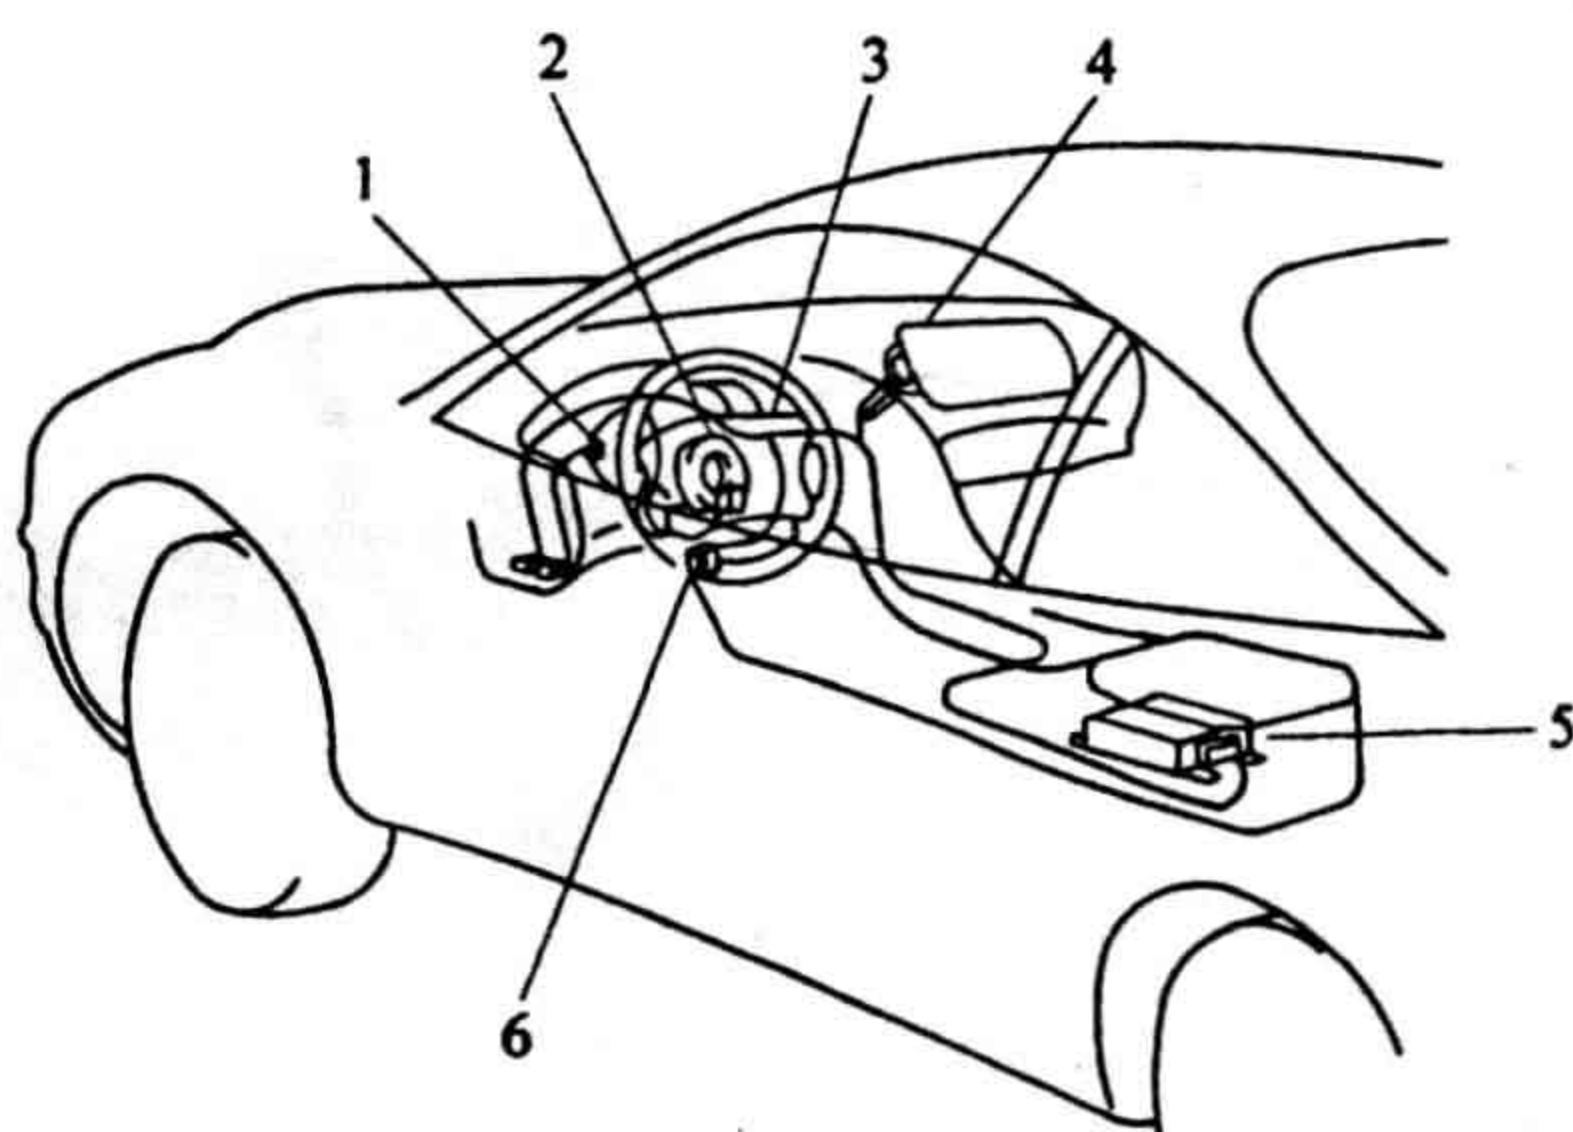
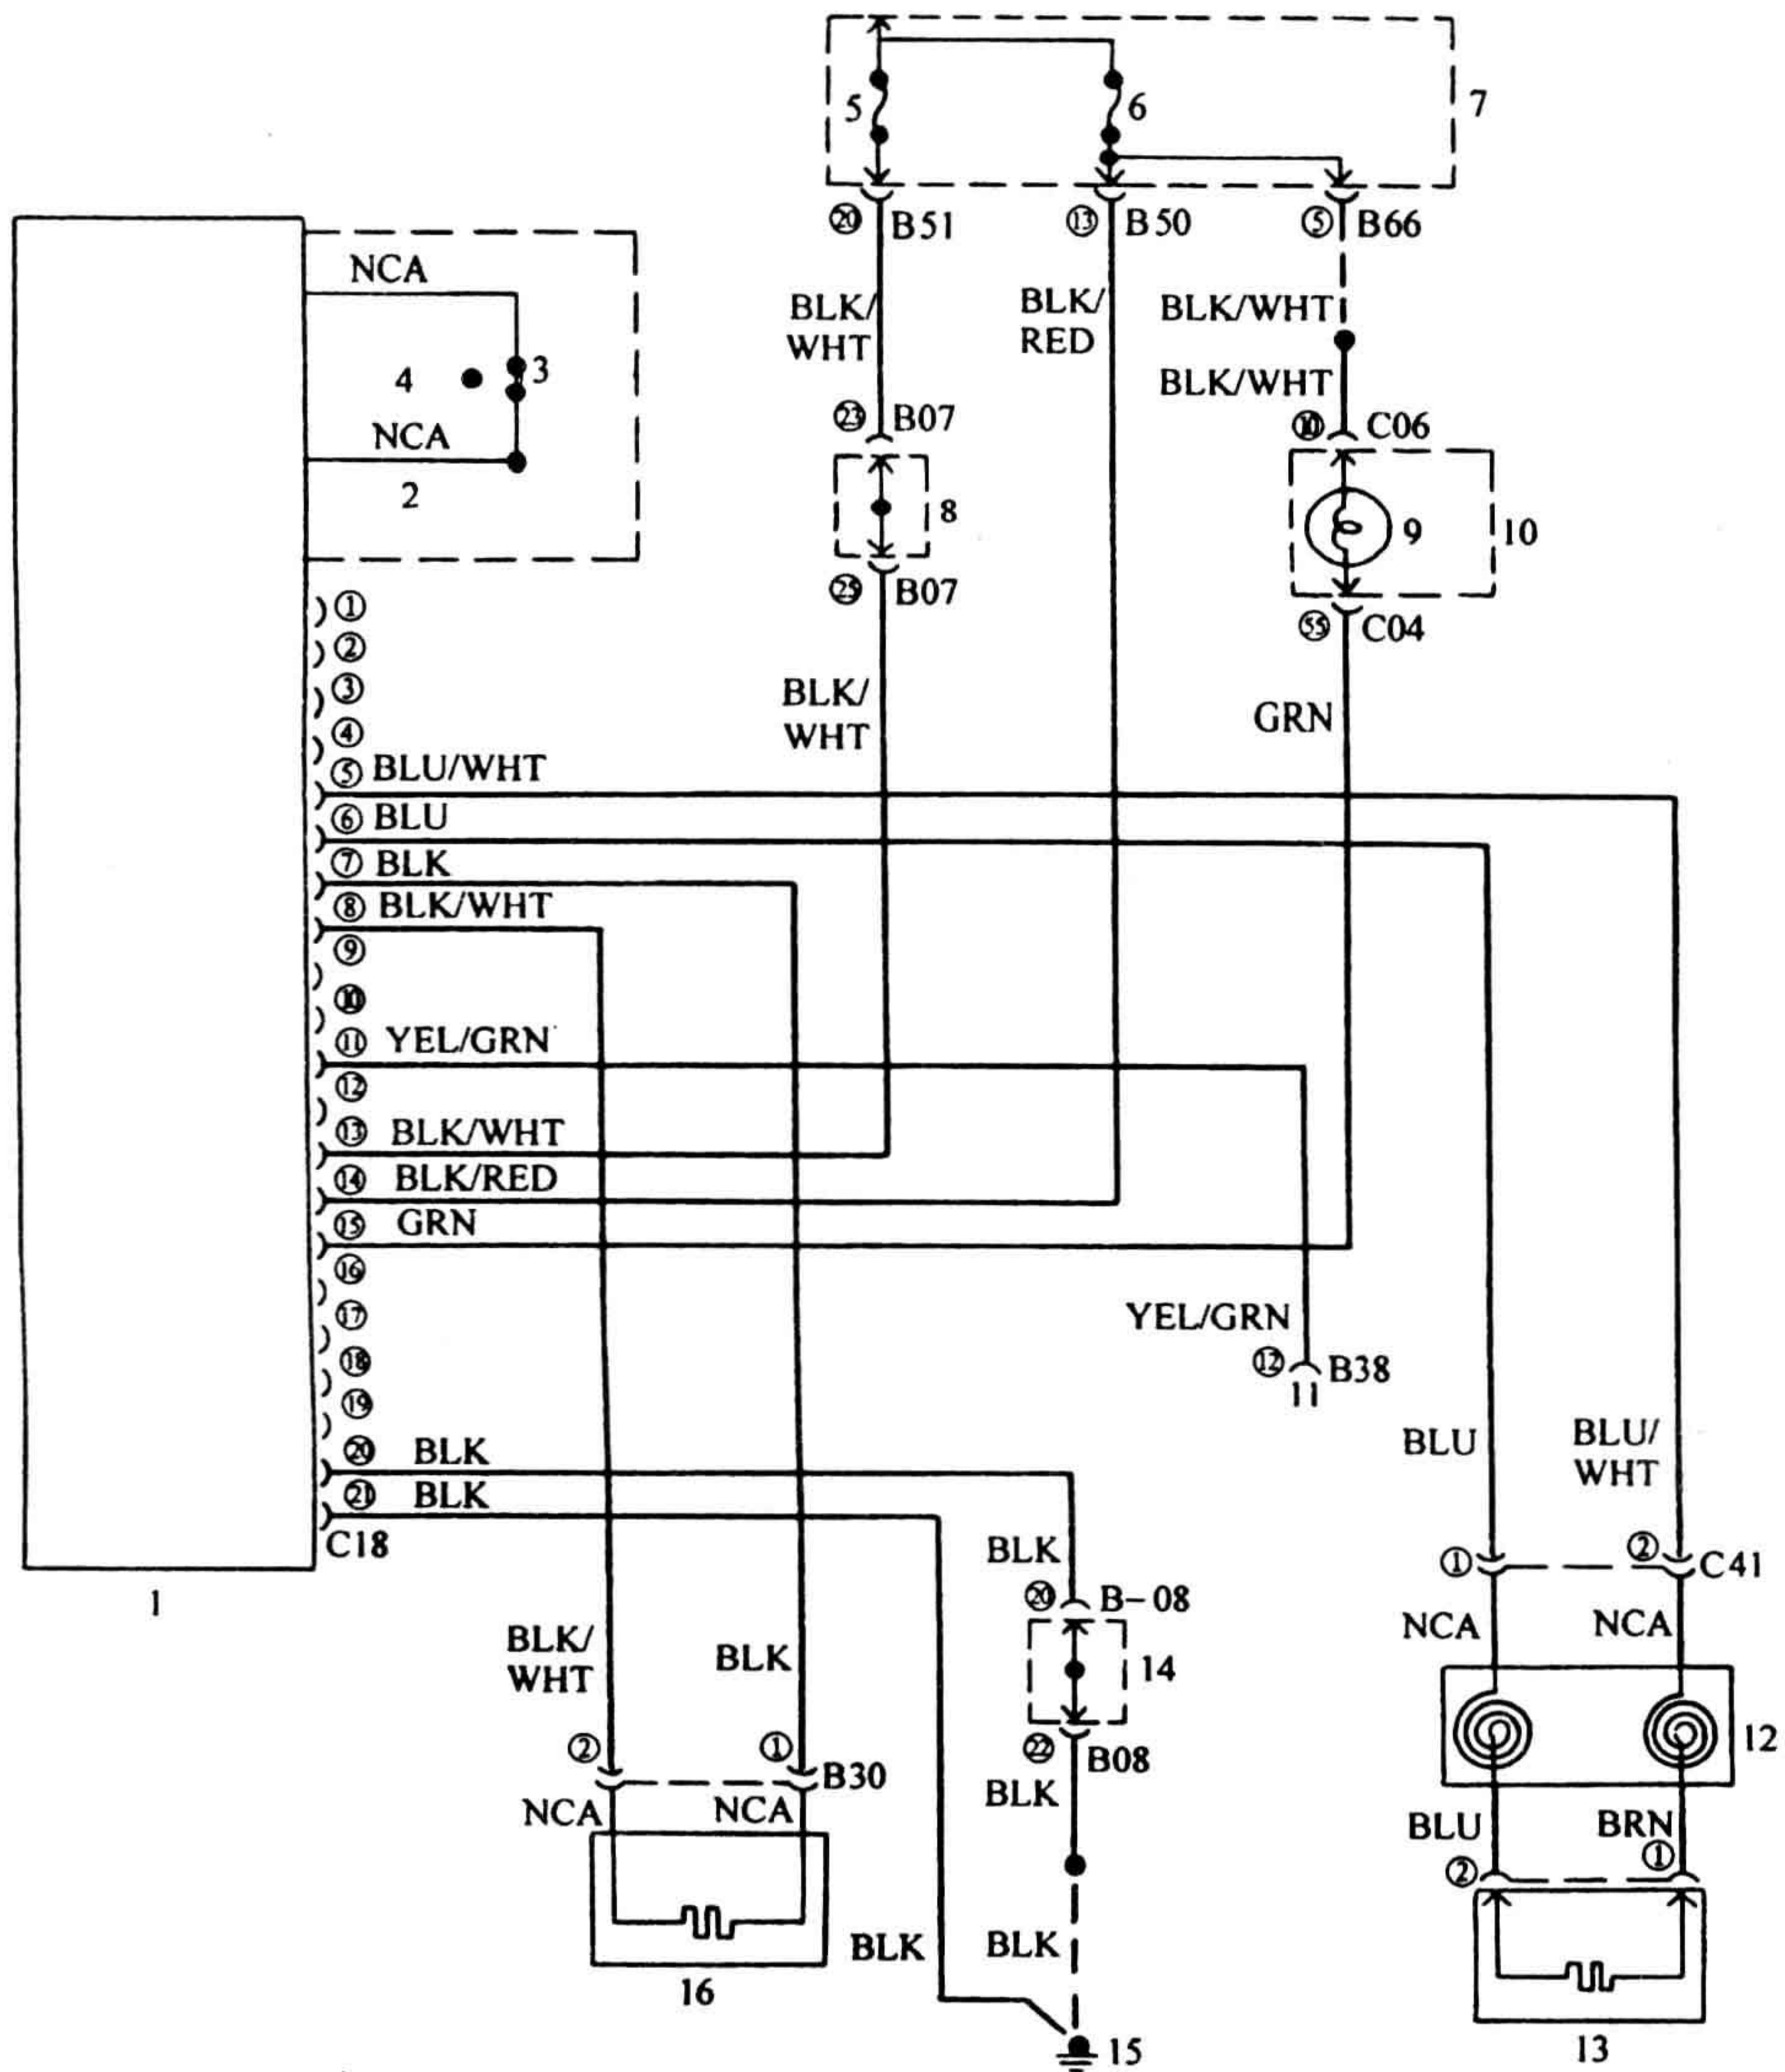
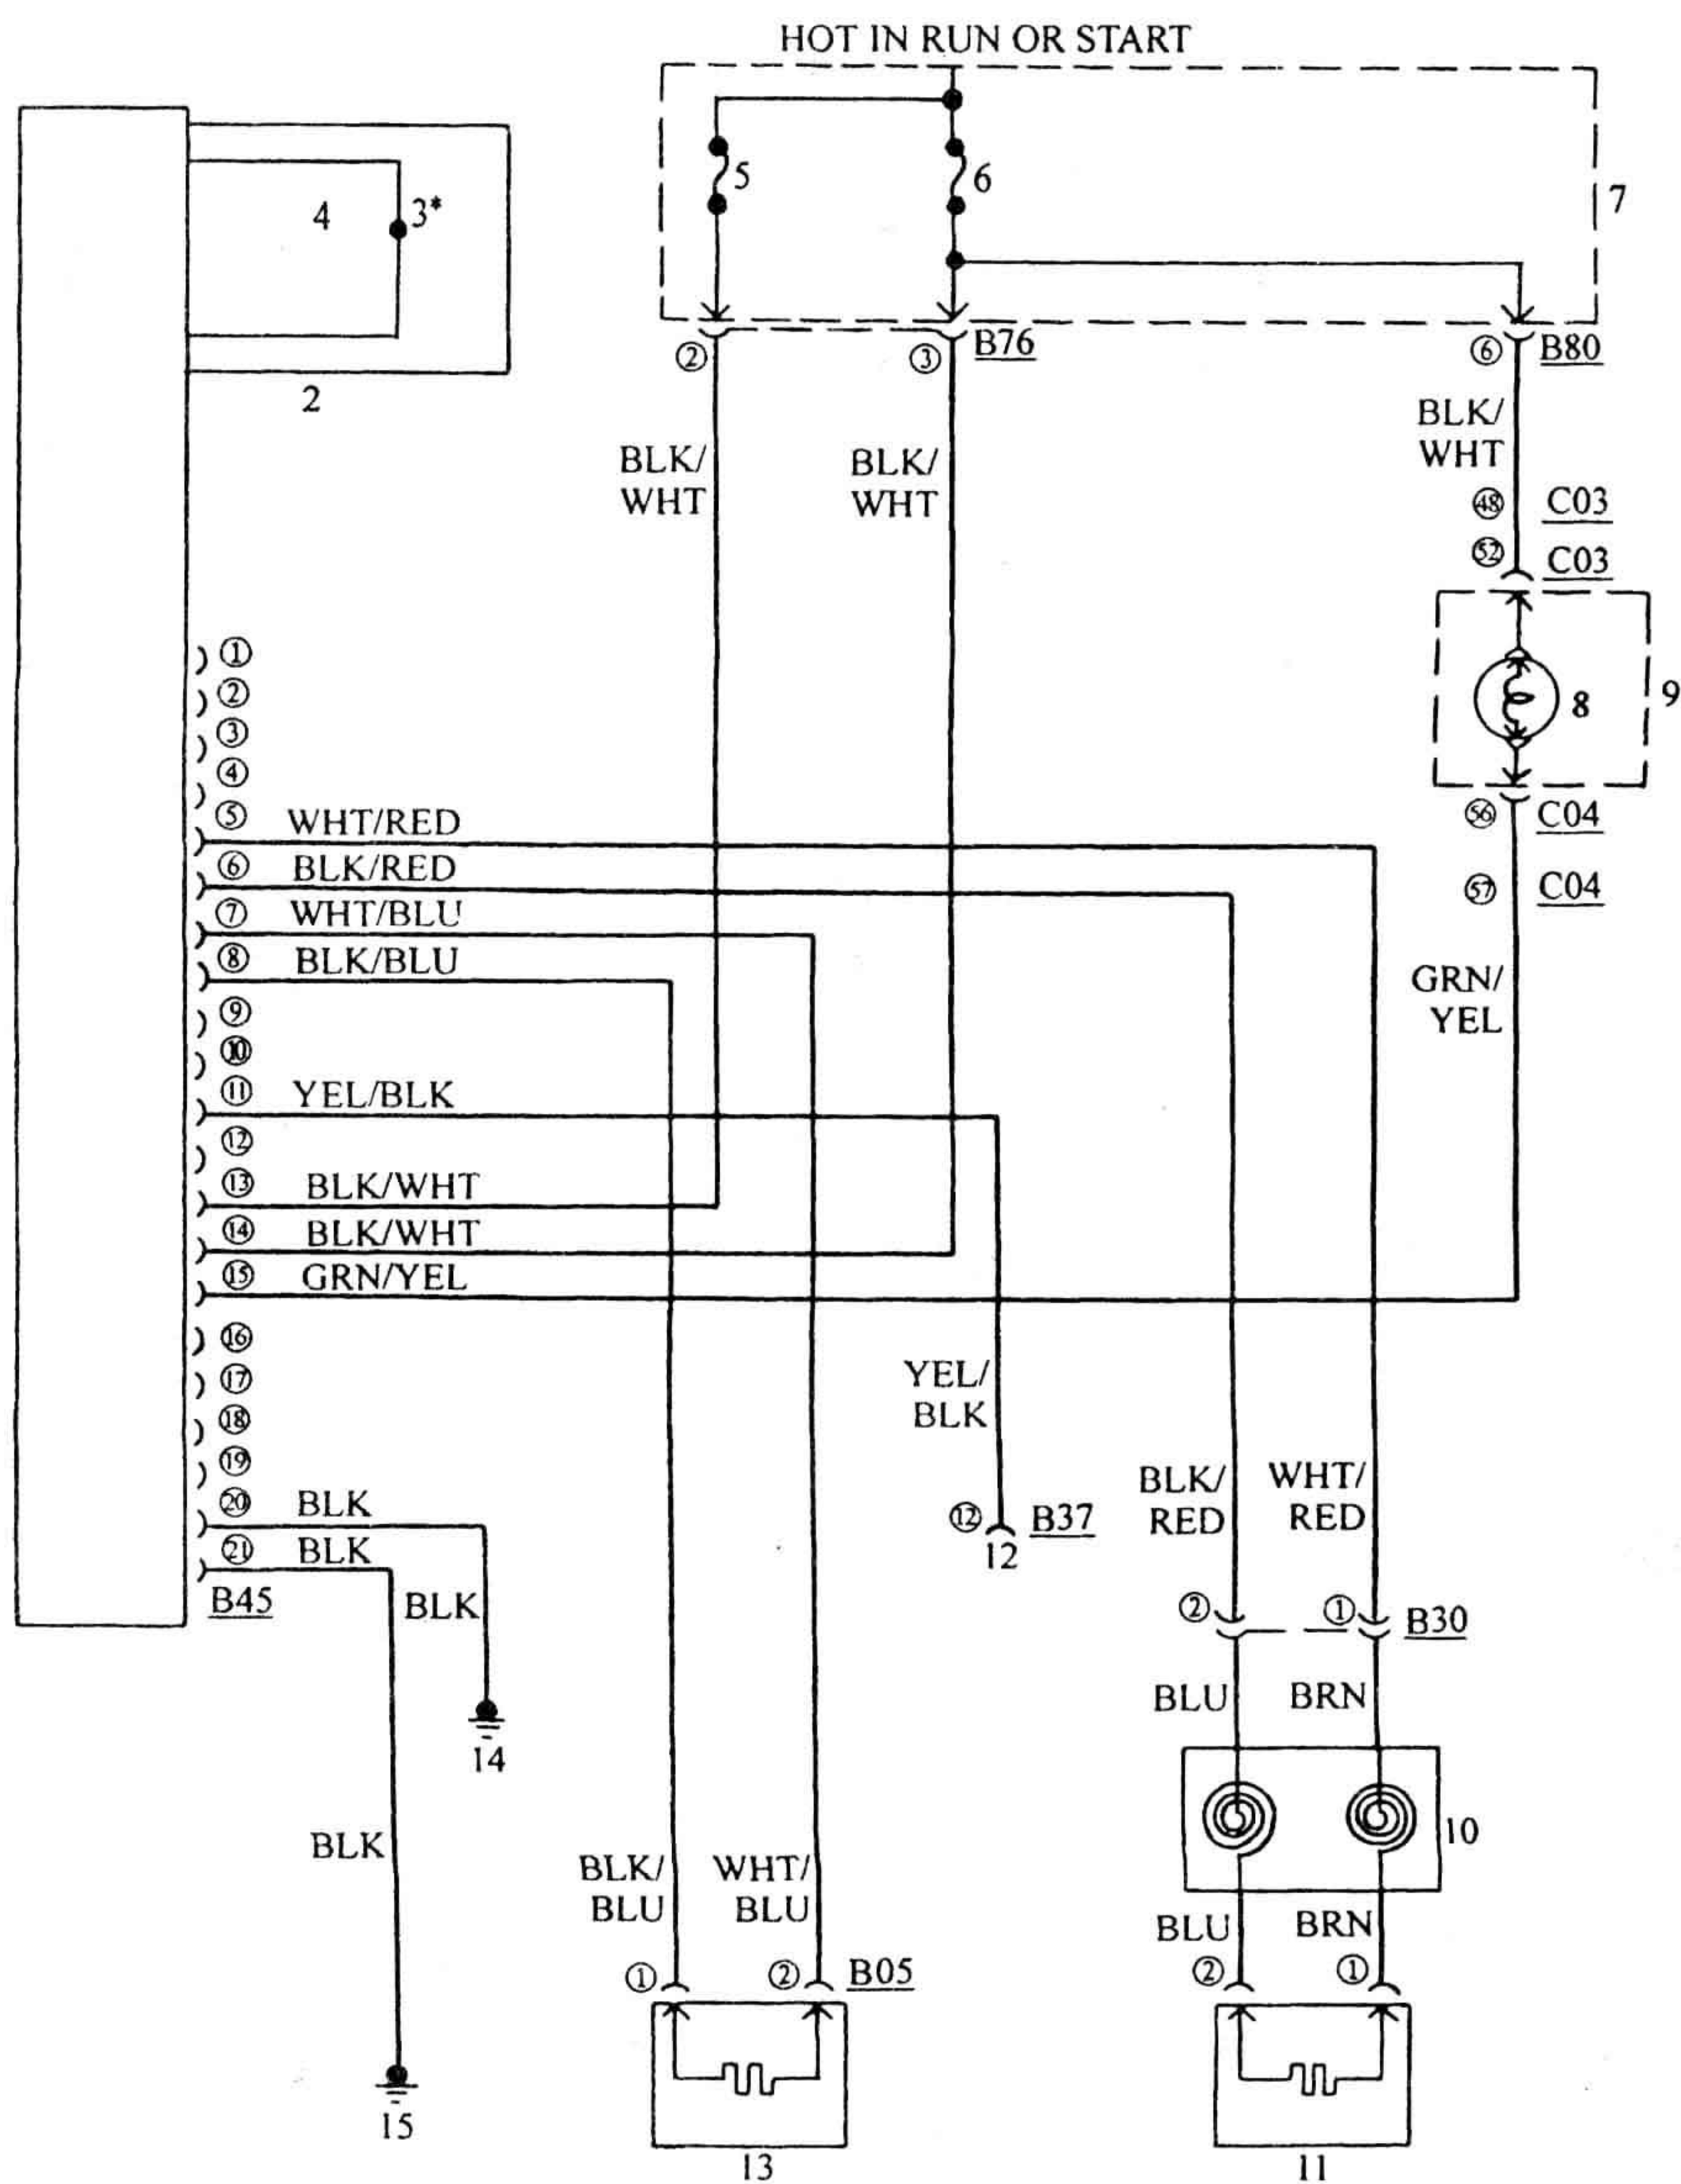

图 3-3-15 三菱 Eclipse 轿车 SRS 系统部件在车上的位置
图 3-3-16 三菱 Eclipse 轿车 SRS 系统电路图
图 3-3-20 三菱 Diamante 轿车 SRS 系统电路图
三菱 Eclipse 轿车 SRS 系统由 SRS 警示灯、驾驶员侧安全气囊模块、乘员侧安全气囊模块、转向线盘、SRS 安全气囊控制单元 (ECU) 等组成。如图 3-3-15 所示。一个安全碰撞传感器和一个模拟式碰撞传感器包含在 SRS ECU 中。
(3) SRS ECU。SRS ECU 和惯性式安全碰撞传感器和模拟式碰撞传感器装在一起,位于地板底架下部,如图 3-3-15 所示。SRS ECU 具有自诊断功能,如果 SRS 发生故障,SRS ECU 将点亮 SRS 警示灯并设置故障代码,将代码储存在存储器中。
(4) 数据连接插头 (DLC)。数据连接插头 (DLC) 位于仪表板左侧,维修时可利用解码器 (MB 991502) 与 DLC 相连,进行故障自诊断。
(5) 转向线盘。转向线盘安装在转向盘上,用来连接驾驶员侧安全气囊模块至转向柱线束,形成 SRS 电路。导线的长度约有 5m 左右,螺旋状缠绕在壳体内,因此当转子由中间位置,向正反两个方向各转 2.5 圈时,也不会影响导线的连接。
(6) 三菱 Eclipse 轿车 SRS 系统电路。图 3-3-16 所示为三菱 Eclipse 轿车 SRS 系统电路图。
(3) SRS ECU。SRS ECU 和惯性式安全碰撞传感器和模拟式碰撞传感器装在一起，位于地板底架下部，如图 3-3-15 所示。SRS ECU 具有自诊断功能，如果 SRS 发生故障，SRS ECU 将点亮 SRS 警示灯并设置故障代码，将代码储存在存储器中。
(4) 数据连接插头 (DLC)。数据连接插头 (DLC) 位于仪表板左侧，维修时可利用解码器 (MB 991502) 与 DLC 相连，进行故障自诊断。
(5) 转向线盘。转向线盘安装在转向盘上，用来连接驾驶员侧安全气囊模块至转向柱线束，形成 SRS 电路。导线的长度约有 5m 左右，螺旋状缠绕在壳体内，因此当转子由中
(1) SRS 警示灯。当点火开关在接通或起动时，组合仪表板上的 SRS 警示灯应点亮约 7s 然后熄灭。这表明 SRS ECU 已检测到 SRS 系统工作正常。若 SRS 警示灯闪烁、在所有时间内一直亮或不能点亮，都表明 SRS 系统有故障。
(2) 安全气囊模块。安全气囊装在安全气囊模块中，安全气囊模块装在转向盘中央。安全气囊内装有类似炸药的化学药品（叠氮化钠等）及引信，引信的电流由 SRS ECU 供给。当汽车发生碰撞事故时，撞碰传感器输出减速度信号给 SRS ECU，SRS ECU 判断减速度超过设定的限值时，则指令引信引爆，使化学药品燃烧。整个燃烧过程约在 0.05s 内完成，在 30ms 内使安全气囊完全充满气，冲开转向盘上的盖，在驾驶员或乘客前方形成一缓冲屏，从而减缓撞击力。
(4) 数据连接插头 (DLC)。数据连接插头 (DLC) 位于仪表板左侧, 维修时可利用解码器 (MB 991502) 与 DLC 相连, 进行故障自诊断。
(5) 转向线盘。转向线盘安装在转向盘上, 用来连接驾驶员侧安全气囊模块至转向柱线束, 形成 SRS 电路。导线的长度约有 5m 左右, 螺旋状缠绕在壳体内, 因此当转子由中间位置, 向正反两个方向各转 2.5 圈时, 也不会影响导线的连接。
(6) 预张紧式座椅安全带。三菱 Diamante 轿车上装有预张紧式座椅安全带, 它与安全气囊系统相配合, 可以取得更为理想的保护效果。
(7) 三菱 Diamante 轿车 SRS 系统电路。图 3-3-20 所示为三菱 Diamante 轿车 SRS 系统电路图。